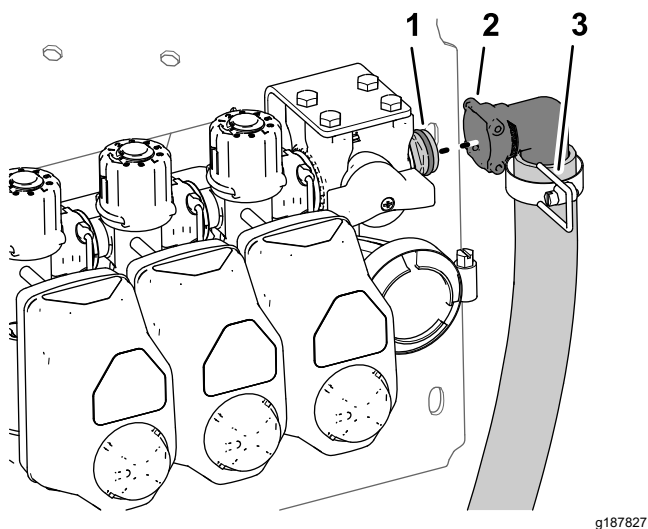

Рисунок 44
6. Снимите держатель, который крепит прямоугольный штуцер типа «елочка» перепускного шланга к быстроразъемному штуцеру перепускного клапана на клапане правой секции стрелы, и отделите шланг и штуцеры клапанов друг от друга (Рисунок 44).